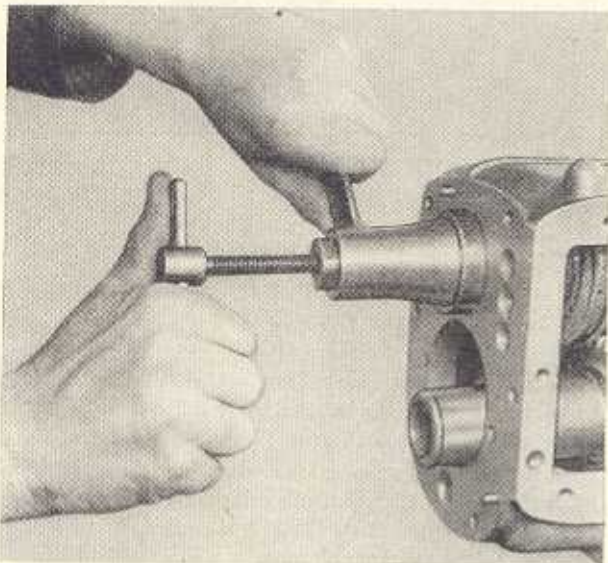

Bild G 24. Ansetzen der Abziehvorrichtung W-86 993/2 für Rillenkugellager
2. Nach dem Einlegen eines Druckstückes ist das Rillenkugellager mit der Abziehvorrichtung W-86 993/2 abzuziehen (Bild G 24).